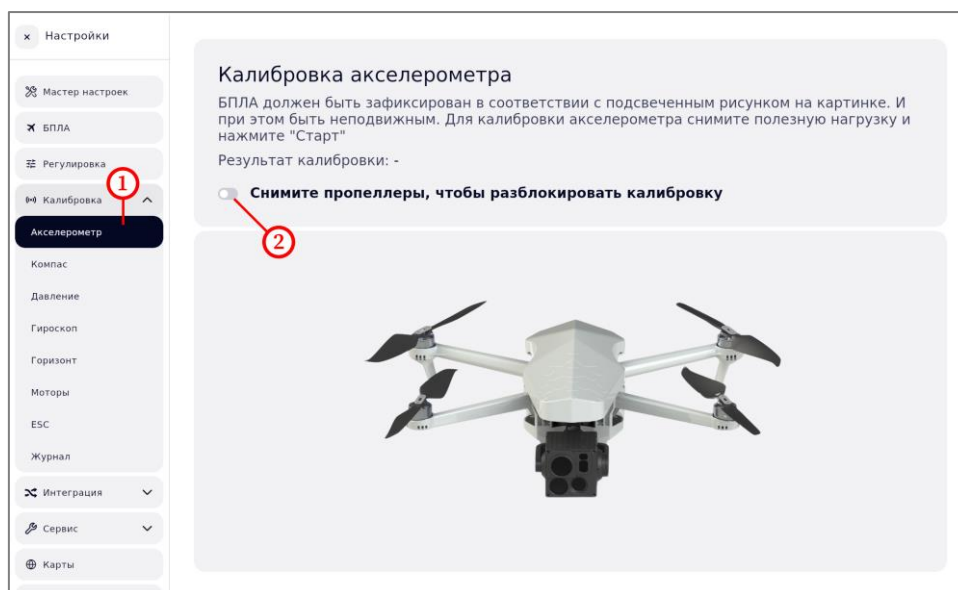

Рисунок 39 – Экран калибровки акселерометра
Необходимо перейти во вкладку «Акселерометр» (рисунок 39, шаг 1).
1. Выполнить касание тумблера (рисунок 39, шаг 2).